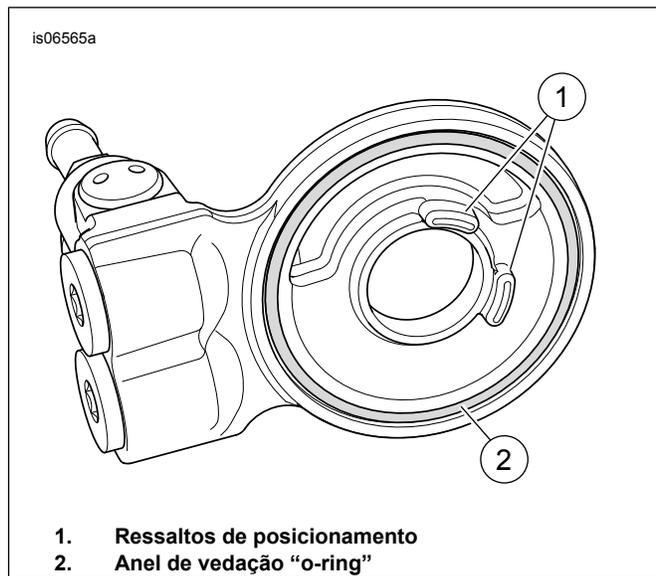

Figura 3. Adaptador do resfriador de óleo
3. Veja Figura 3. Alinhe os ressaltos de posicionamento (1) no adaptador do resfriador de óleo ao adaptador do filtro de óleo.